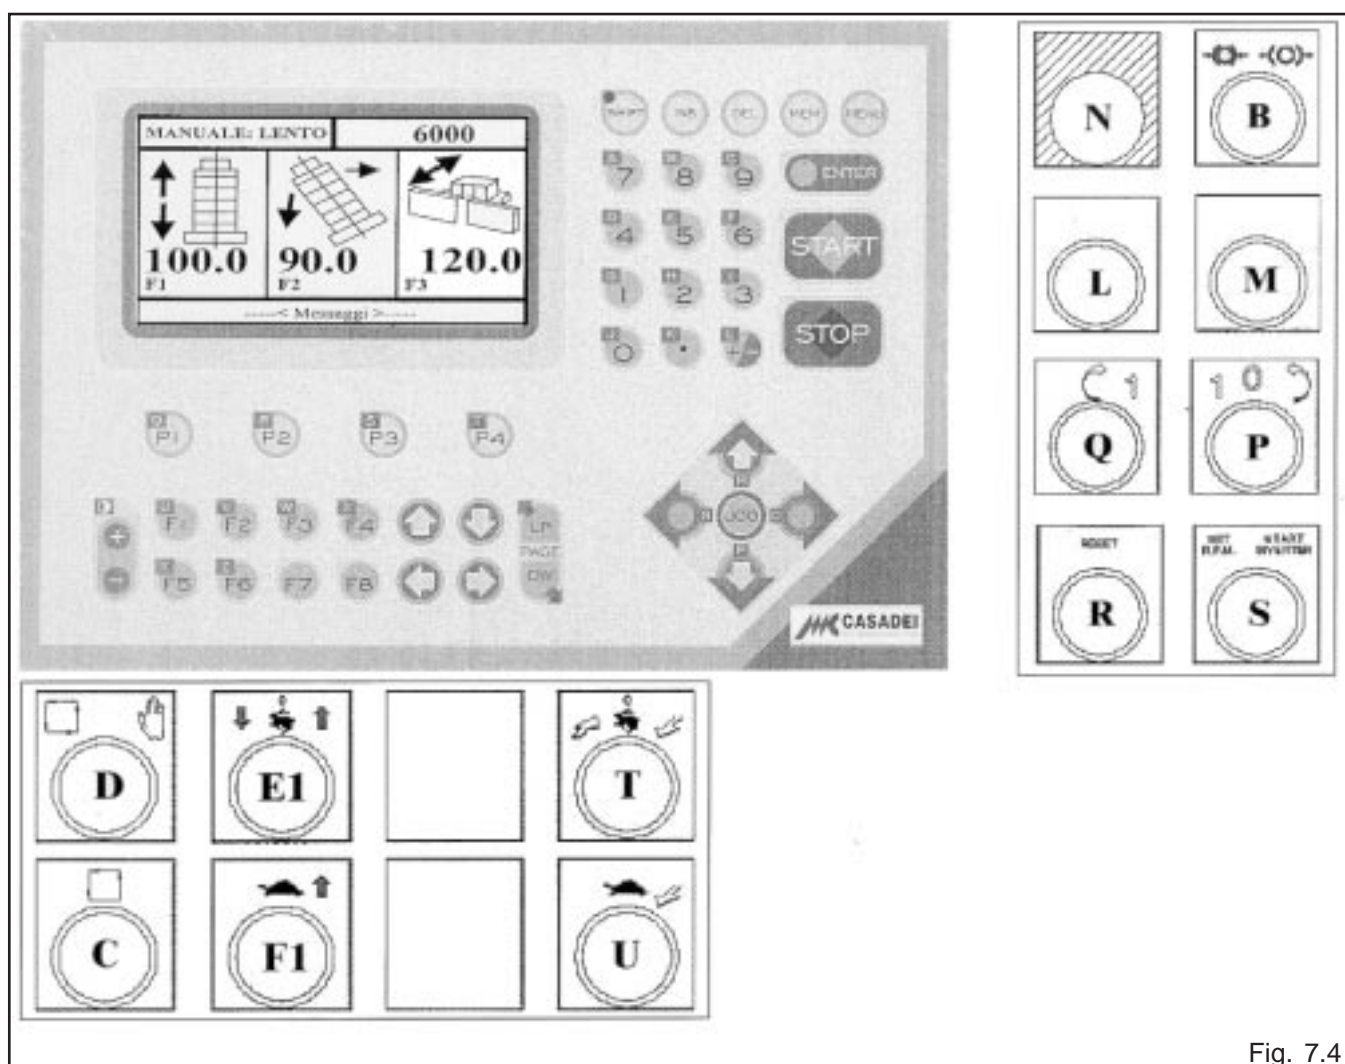

Fig. 7.4
- Ruotare il selettore **D** in manuale e portare il selettore **S** in posizione **1** (SET) in modo da visualizzare sul display del programmatore l'elenco delle velocità preimpostate per eseguire la lavorazione (Fig. 7.4).